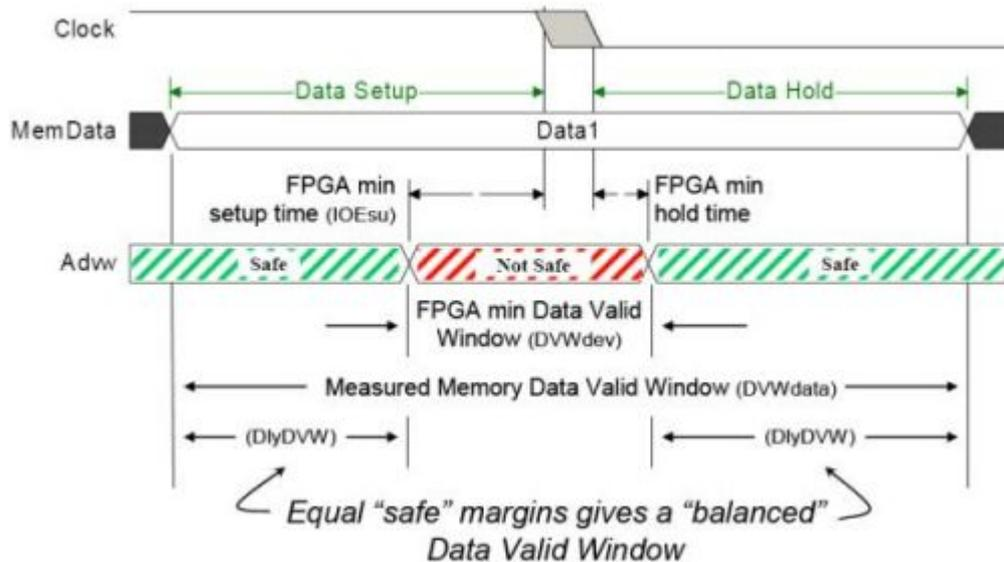

图 3: 平衡实际有效数据窗口中的最小有效数据窗口。
如图 3 所示，在存储器器件中可以看出，实际结果是在有效数据窗口中间。为了确保获取数据，总线必须在接收器最小的有效数据窗口外的"安全"区域内进行转换。根据时钟与数据的关系，信号设计在任一区域内，在获取数据时，我们确保尽可能多的安全空余。
1、从设计的实际有效数据窗口减少 FPGA 装置 I/O 部分的最小有效数据窗口，然后结果除于 2，实际结果为这 2 个有效数据窗口的差额(DlyDVW)。(参考图 3)